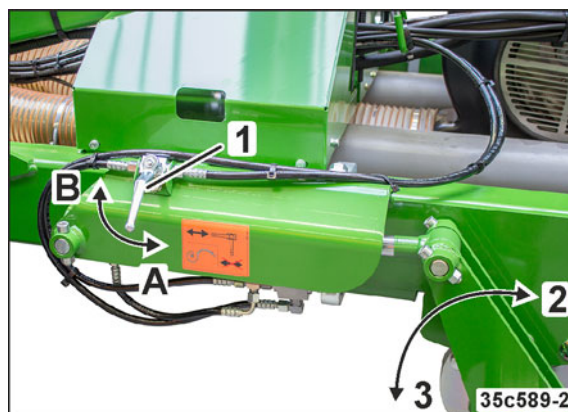

Fig. 238
1. Pivoter l'efface-traces du tracteur en position de travail (Fig. 238/3) :
1. Pivoter l'efface-traces du tracteur en position de transport (Fig. 238/2) :